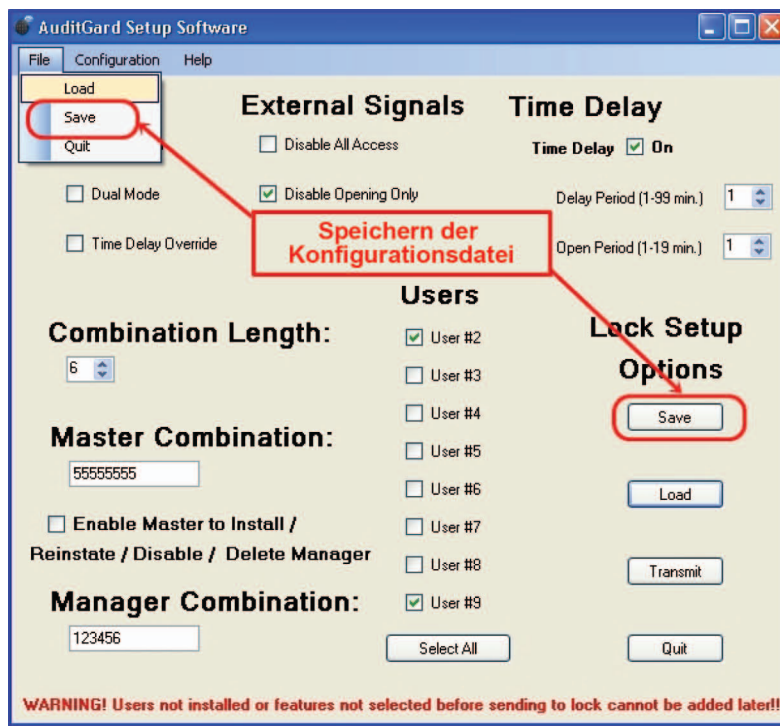

Abbildung 18
1. Klicken Sie auf die Schaltfläche **Save** oder am Anfang des Programms auf die Registerkarte **File**, und wählen Sie „Save“ (Abbildung 18).